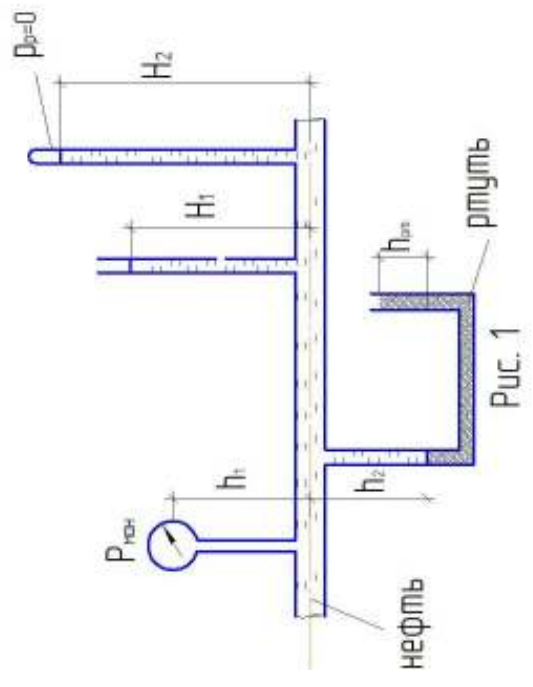

Рис. 1
5. Определить показания U-образного манометра $h_{\text{рт}}$, пьезометра H_1 и барометра H_2 , присоединенных к напорному трубопроводу с нефтью, если пружинный манометр показывает $p_{\text{ман}} = 0,2 \cdot 10^5$ Па (рис.1), $h_1 = 0,5$ м; $h_2 = 1$ м, относительная плотность нефти $\delta_{\text{н}} = 0,9$, ртути $\delta_{\text{рт}} = 13,6$.